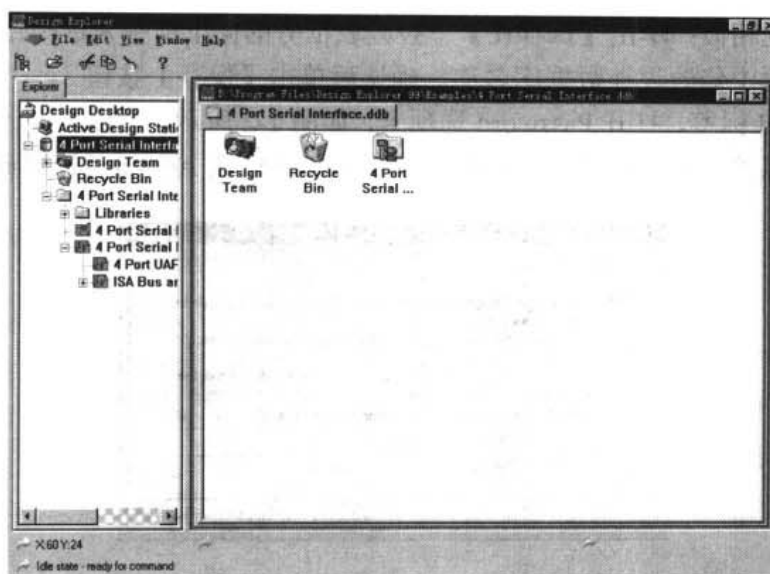

图 1-4 打开设计数据库后的 Protel 99 SE 显示界面
- (3) 选择后单击【打开】按钮,设计文件就会被载入 Protel 99 SE 系统。例如,现在选择了 Examples 目录下的 4 Port Serial Interface.ddb 文件,则 Protel 99 SE 的显示界面将如图 1-4 所示。